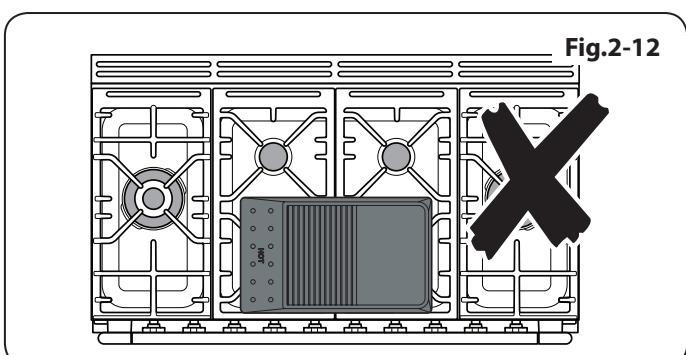

Fig.2-12
- ⚠ NE LA PLACEZ PAS transversalement – elle sera mal placée et instable (**Fig.2-12**).**